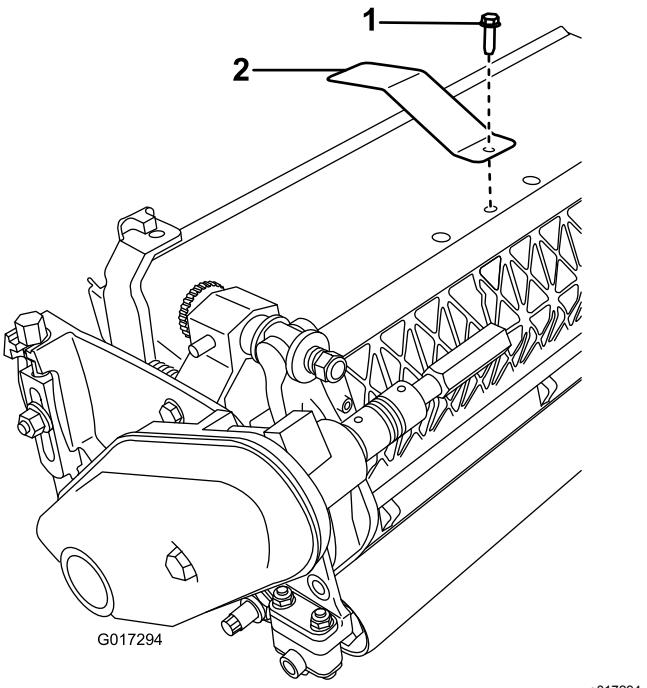

Figura 3
2. Retire el perno central del deflecto de hierba (Figura 3).
3. Instale la placa de objetivo en la parte superior de la unidad de corte con el perno que retiró anteriormente (Figura 3).